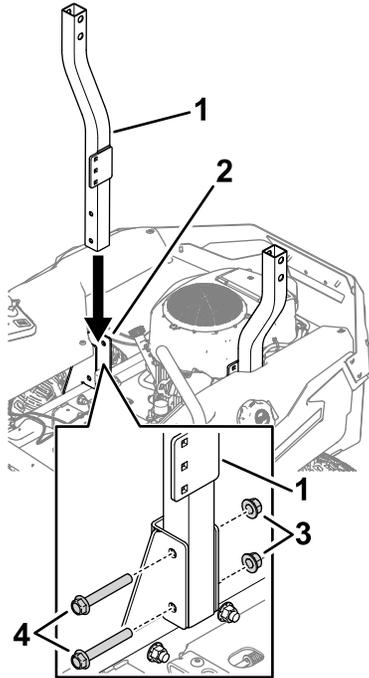

Рисунок 6
- Опустите трубу нижней защитной дуги в крепление конструкции ROPS и закрепите с помощью 2 болтов с шестигранной головкой (1/2 x 3-1/2 дюйма) и 2 контргайк (1/2 дюйма), как показано на Рисунок 6. Повторите эти действия на другой стороне.